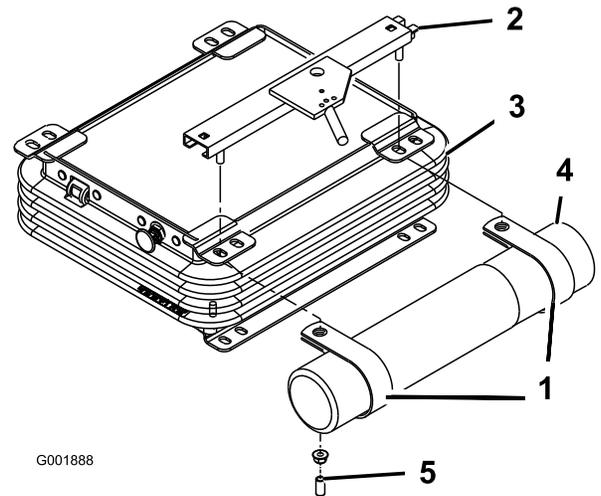

図 7
4. R クランプに筒を取り付け、ナットを締め付ける (図 7)。
2. 上シートブラケットをシートサスペンションの左側に固定しているナット2個とビニルキャップを取り外す (既に取り付けていた場合) (図 7)。
3. 今はずしたナット2個でRクランプをシート・ブラケットのスタッドに仮止めする (図 7)。R クランプはシート・サスペンションのタブの下になるように取り付けること。